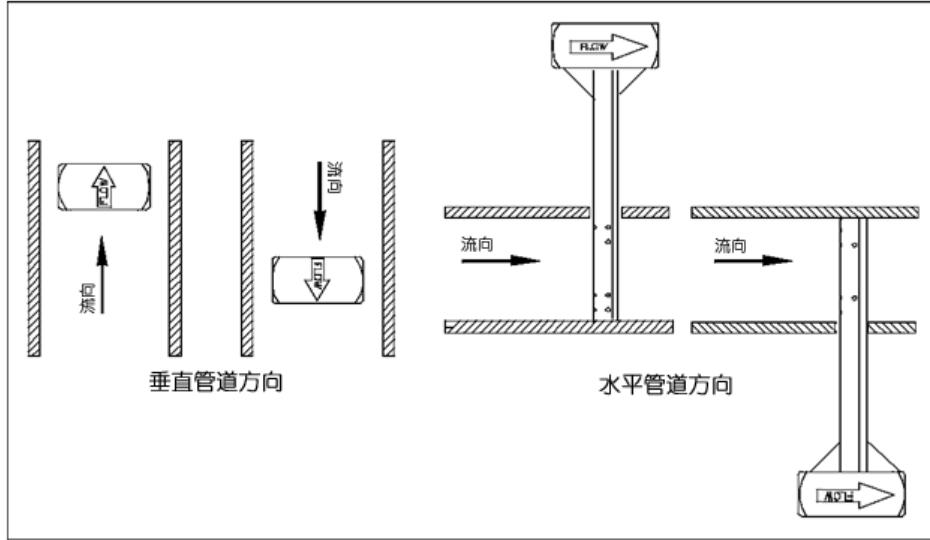

图 4：流体方向
- 调整探头方向，使仪表接头上标注着“Flow”方向的箭头与管道内流体流向一致并与管道的轴线方向夹角在 $\pm 3^\circ$ 内（如图 4 所示）。使仪表接头保持这一方向并准备进行后续操作。
- 再次确认探头方向，使仪表接头上标注着“Flow”方向的箭头与管道内流体流向一致并与管道的轴线方向夹角在 $\pm 3^\circ$ 内（如图 4 所示）。可以使用月牙扳手或管钳来调整探头方向，从而确保对齐。